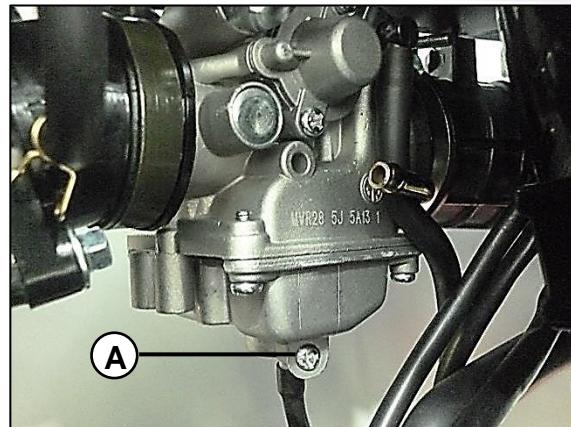

Fig.02
- Con un destornillador, gire el tornillo **(A)** de drenaje del carburador en dirección contraria a las manecillas del reloj unas cuantas vueltas. **Fig.02**